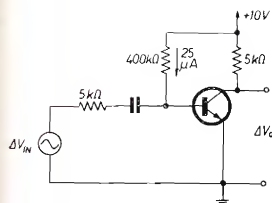
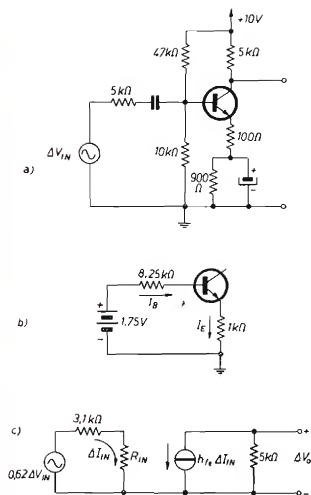

figura 4
figura 5
Consideriamo infatti il circuito illustrato nella figura 4; si tratta di uno stadio amplificatore comandato da un altro stadio di caratteristiche simili, progettato per essere utilizzato con transistori il cui guadagno di corrente sia pari a 40.
Lo scopo di questa analisi era appunto quella di dimostrare quantitativamente la precarietà notevole del circuito di figura 4, nel quale sia la polarizzazione che il guadagno di tensione dipendono criticamente da un parametro, come l' h_{fe} , che è fortemente variabile da transistor a transistor anche dello stesso identico tipo (1) (in genere il rapporto valore massimo e minimo di h_{fe} varia da un fattore 3 nelle serie militari a un fattore 5 o peggio nelle serie per impieghi civili) e che inoltre varia notevolmente con la temperatura. Nulla si è detto a proposito delle correnti di perdita che, se si ha la buona abitudine di usare transistori al silicio, possono in genere essere agevolmente ignorate. Una caratteristica del circuito di figura 4, che per quanto si è detto è estremamente critico rispetto alle sostituzioni, è quella della assenza totale di ogni forma di controreazione che tenda in qualche modo a ridurre gli effetti delle variazioni di h_{fe} sulla stabilità del punto di lavoro e sul valore del guadagno in tensione.
Consideriamo il più comune e onesto circuito di figura 5 in cui si è introdotta una buona dose di controreazione sia in continua, per tener fermo il punto di lavoro, che in alternata, per ridurre le variazioni del guadagno di tensione.
Analizzando il circuito d'ingresso si osserva che il partitore d'ingresso può essere sostituito con il circuito equivalente di Thevenin (batteria da 1,75 V e resistenza da 8,25 kΩ indicato in figura 5 b). Si può quindi, nell'ipotesi che la tensione V_{BE} sia costante o pari a 0,6 V, scrivere l'equazione
Nel calcolo del guadagno la presenza di una rete resistiva (quella di polarizzazione) di resistenza non sufficientemente elevata per poterla trascurare, dà luogo a una partizione del segnale d'ingresso e la situazione può essere ancora affrontata con la tecnica di Thevenin, come è indicato in figura 5 c; il fattore di partizione è di 0,62 e la nuova resistenza di sorgente, data dal parallelo di tutte le resistenze collegate al nodo di base è pari a 3,1 kΩ.
Per effettuare quindi la scelta del transistorore da utilizzare nella sostituzione nel caso di circuiti a comando di corrente occorre una analisi preventiva per stabilire se il circuito in questione appartenga alla categoria esemplificata dal caso di figura 4, che denomineremo « disonesto », o a quella del caso di figura 5, che denomineremo « onesto ».